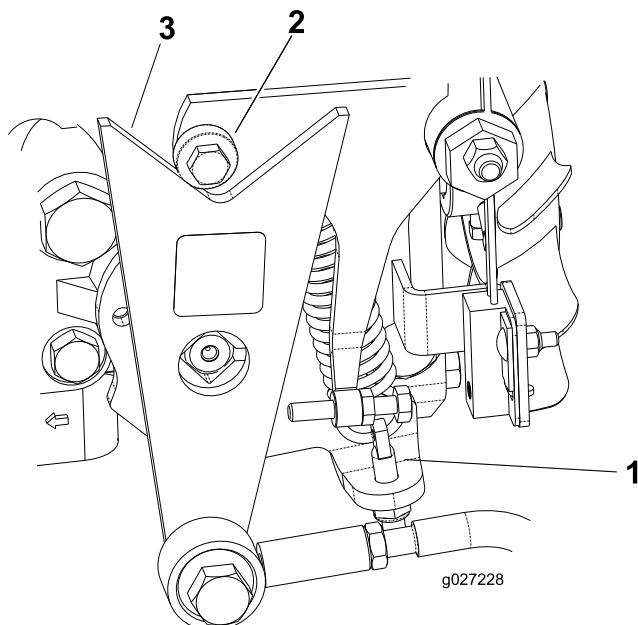

Figura 48
- Se le ruote girano nella direzione corretta, spegnete il motore e regolate il dado di bloccaggio del perno di regolazione della molla (Figura 48). Regolate la posizione per la folle; fate riferimento a Regolazione della trazione per la folle \(pagina 33\).